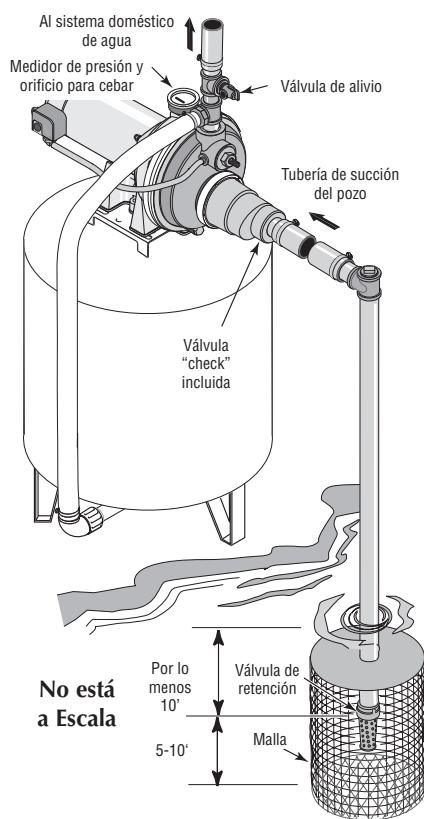

Figura 9 - Instalación para Agua Superficial
4. Instale una válvula de retención y la tubería de succión (vea la Figura 9). Asegúrese que la válvula de retención funcione libremente. Utilice cinta sellante de PTFE para roscas de tubería o un compuesto a base de PTFE especial para juntas de tuberías den las juntas roscadas de la tubería especial para juntas de tuberías en las juntas roscadas de la tubería. Proteja la conexión de la válvula de retención de peces, basura, etc. con la instalación de una malla de alambre a su alrededor.